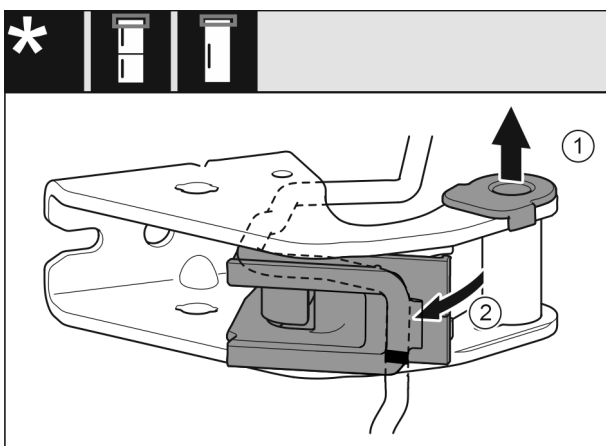

Fig. 26
- ▶ Dra ut lagerbussningen ur hålen. Fig. 26 (1)
- ▶ Vrid ut kabelhållaren. Fig. 26 (2)